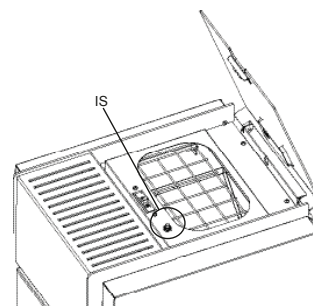

fig. 8.1
**Veiller à bien refermer le couvercle de la trémie après avoir chargé les pellets. Un interrupteur de sécurité (uniquement sur les modèles qui le prévoit) en vérifie la fermeture (IS en fig. 8.1) et mets en alarme le poêle si le couvercle est laissé ouvert pour une période supérieure à 60 secondes avec le poêle en fonction.**